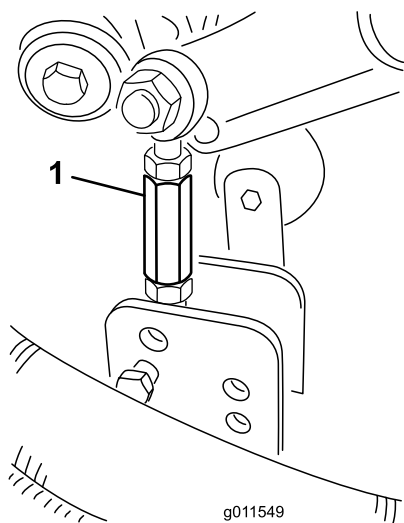
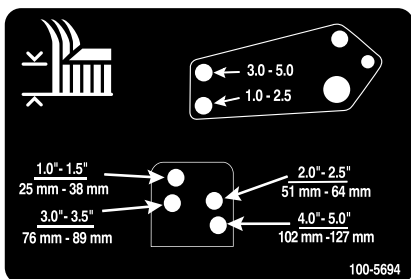

Bild 25
Bild 26
- Entfernen Sie die Splints und Lastösenbolzen, mit denen die Stoßdämpferverbindungen an den Mähwerkbügeln befestigt sind (Bild 25). Fluchten Sie die Stoßdämpferverbindungslocher mit den ausgewählten Löchern im Schnitthöheneinstellbügel am Mähwerkrahmen ab (Bild 26), stecken die Lastösenbolzen ein und bringen die Splinte an.